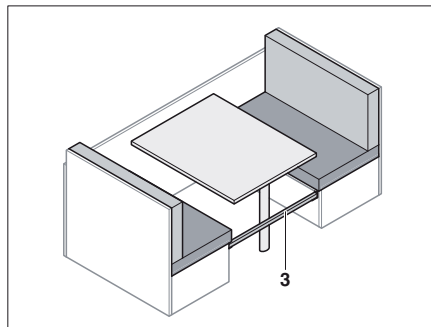

Fig. 64 Placer la plaque de renforcement
- Placer la barrette supplémentaire (Fig. 64,3) entre les banquettes.